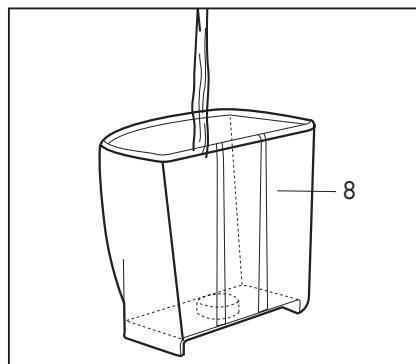

Fig. 2
- Remplir le réservoir avec un maximum d'2 l d'eau fraîche (**Fig. 2**).